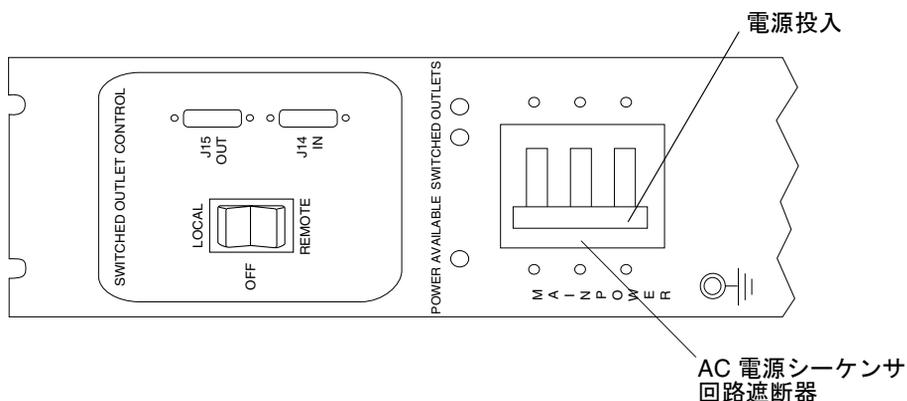

図 B-9 AC 電源シーケンサのコントロールパネル電源投入
- ベースキャビネットの正面下側と背面下側の AC 電源シーケンサの回路遮断器を押して On にします (図 B-9)。